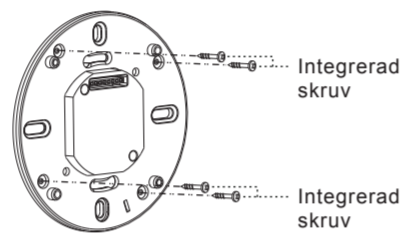

FIG.16
4.4.3.4 Sätt in de 4 integrerade skruvarna i skruvhålen på detektorns montageplatta; de 4 skruvarna kan inte falla ur vilket underlättar efterföljande installationer (se FIG.16).